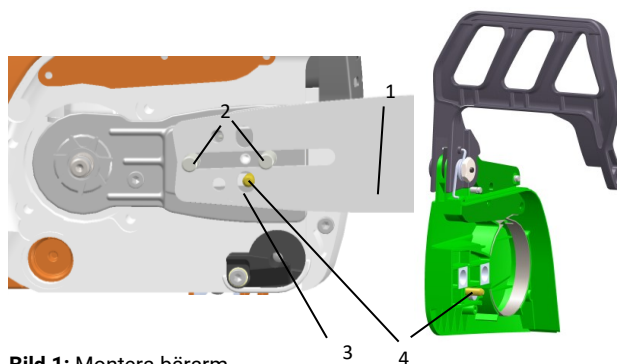

Bild 1: Montera bärmarm
- > Placera svärdet (**1** – bild 1) motsvarande ett sågsvärd mellan skruvarna (**2** – bild1).
- > Borrhålet (**3** – bild 1) i hållaren skall sättas in i kedjespännarens medbringare. Denna beror på motorsågstypen, den är motorsidigt eller i locket (**4** – bild 1).